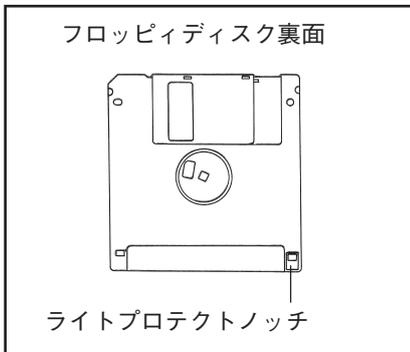

図4-6 フロッピーディスク
- ③コントローラの電源を入れます。
- ④フロッピーディスクを用意します。
- ⑤セーブ・フォーマット・デリート時は、フロッピーディスクのライトプロテクトノッチを書き込み可側にセットしてください。（書き込み可能にする：図4-6参照）
- ⑥フロッピーディスクをフロッピーローダへ挿入します。